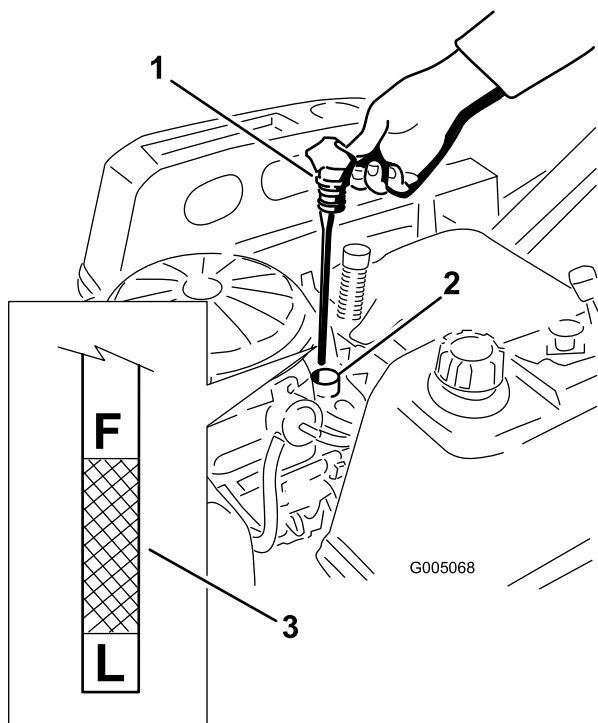
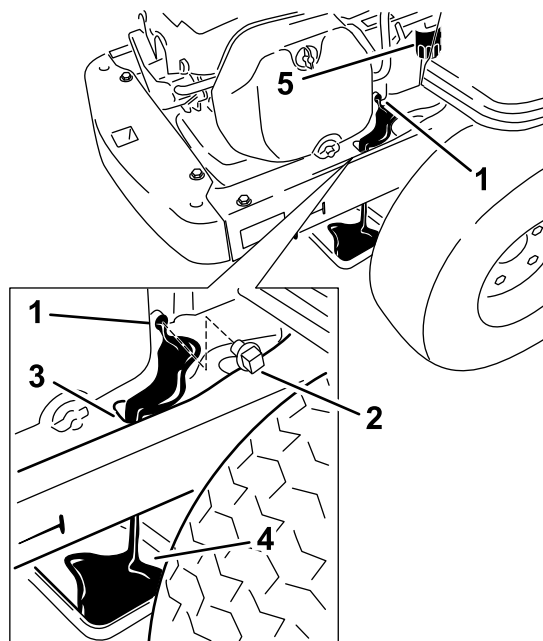

Figura 25
Figura 26
5. Retire la varilla y compruebe el nivel de aceite. (Figura 25).
5. Limpie la zona alrededor del tapón de vaciado del bastidor de la máquina. Coloque un recipiente debajo de la máquina, directamente debajo del orificio de vaciado del bastidor, según se muestra en Figura 26.
6. Retire el tapón de vaciado de aceite (Figura 26). Retire el tapón de llenado/varilla (Figura 25).
8. Retire el filtro usado y limpie con un paño la superficie de montaje (Figura 26).
14 Nm. Limpie cualquier exceso de aceite del bastidor (Figura 26).
13. Vierta lentamente un 80% aproximadamente de la cantidad especificada de aceite por el tubo de llenado (Figura 25).
14. Coloque firmemente el tapón de llenado/varilla (Figura 25).
15. Compruebe el nivel de aceite (Figura 25); consulte Verificación del nivel de aceite.
17. Coloque firmemente el tapón de llenado/varilla (Figura 25).